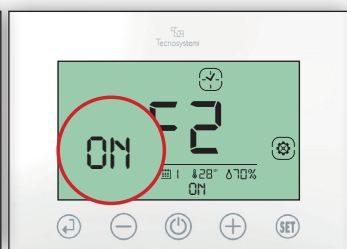

Fig.10
2.2 Impostare l'ora di accensione ON della fascia F2 (11.30) e confermare con (↩). (Fig.10)